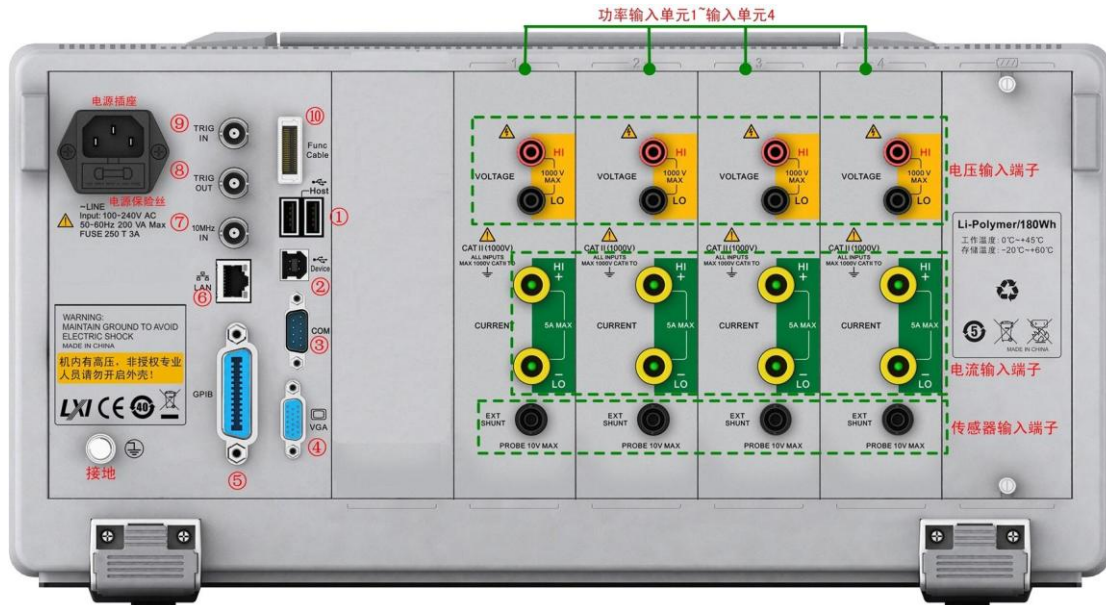

图 4.14 后面板说明
后面板如图 4.14 所示。
- **USB Host 接口**：如图 4.14 的标注①处所示，可用于连接 USB 存储器或 USB 键盘；
- **多机同步接口**。如图 4.14 的标注⑩处所示；
- **触发信号输入**。如图 4.14 的标注⑨处所示，可以发送给各子卡，用于子卡的同步触发；
- **触发信号输出**。如图 4.14 的标注⑧处所示；
- **千兆 LAN 接口**。如图 4.14 的标注⑥处所示。该接口为一路 10M/100M/1000M 以太网。右侧指示灯为数据传输指示灯，有数据传输时为黄色；左侧为链路指示灯，灯为绿色表示链路为 1000M 以太网；橙色表示为链路为 100M 以太网，灯灭则表示链路为 10M 以太网；
- **USB Device 接口**。如图 4.14 的标注②处所示，USB 2.0 高速 Device 接口；
- **GPIB 接口**。如图 4.14 的标注⑤处所示。目前，本 GPIB 仅支持从机功能；
- **标准全功能串口**。速率最大支持 115200bps，如图 4.14 的标注③处所示；